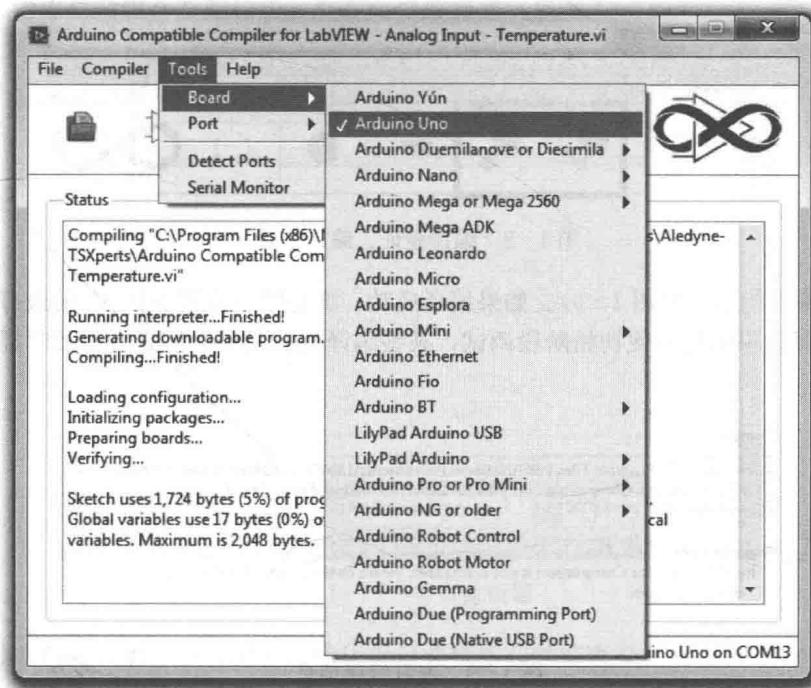

图 1-5 选择 Arduino 硬件板型号
- 4) 在“Tools”菜单下单击“Board”，选择 Arduino 硬件板型号（见图 1-5）。到此为止，编译器已准备好了编译下载的配置。